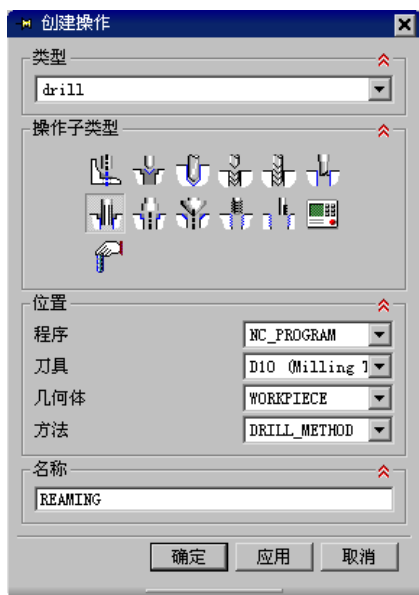

图 6.5.6 “创建操作”对话框
Step1. 选择下拉菜单 **插入(S) → 操作(O)...** 命令，系统弹出图 6.5.6 所示的“创建操作”对话框。